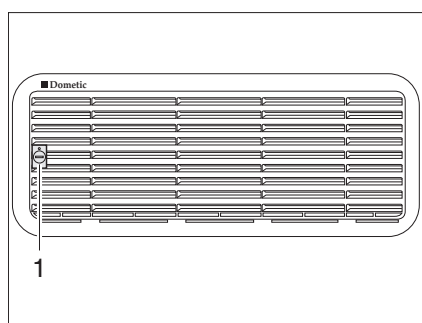
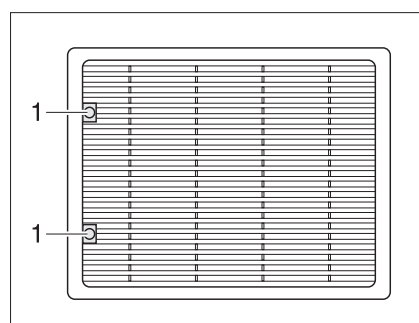

Fig. 195 Grille d'aération du réfrigérateur (Dometic petit)
Fig. 196 Grille d'aération du réfrigérateur (Dometic grand)
- Tourner la vis (Fig. 195,1 ou Fig. 196,1) d'un quart de tour à l'aide d'une pièce de monnaie.